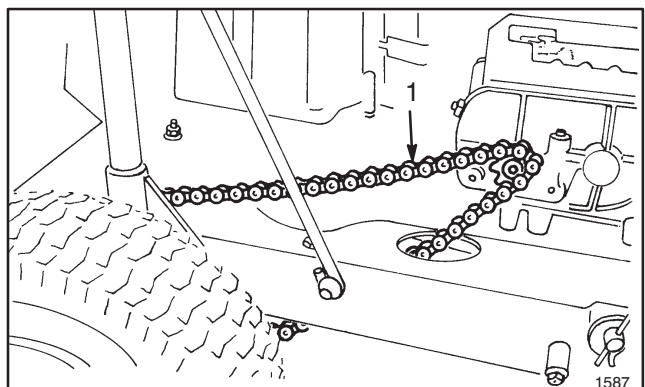
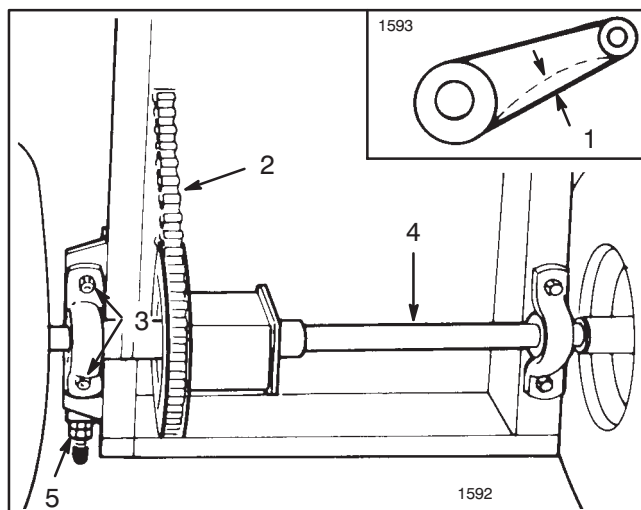

Figure 22
Figure 23
2. Pour contrôler la tension de la chaîne, appuyer sur la chaîne à mi-course dans un sens puis dans l'autre (Fig. 22). Le battement total doit être de 3 mm (Fig. 23). Si l'on obtient un résultat différent, régler la chaîne—étapes 3 à 13.
7. Desserrer les quatre contre-écrous qui fixent les paliers et l'essieu différentiel au châssis de la machine (Fig. 23).
8. Desserrer l'écrou de blocage arrière du tendeur de chaîne (Fig. 23).
11. L'essieu différentiel doit être parallèle à l'arrière du châssis. Mesurer la distance du centre de chaque palier à l'arrière du châssis (Fig. 23). Si les deux distances diffèrent de plus de 3 mm, l'essieu différentiel n'est pas parallèle au châssis, et sa position doit être corrigée.